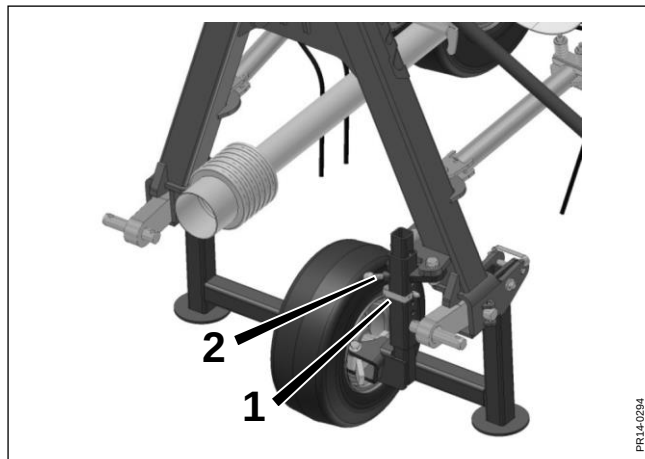

Fig. 3-5
Fig. 3-5 Monter la roue de support sur la plaque située au-dessus du bras d'attelage gauche. Régler la roue à la hauteur souhaitée via la goupille élastique (1) et la fixer à l'aide de la vis à œillet (2) pour éviter les vibrations.